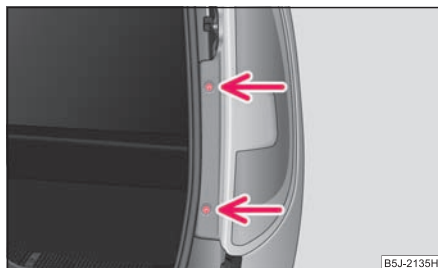

Fig. 212 Déposer le bloc optique arrière
- Dévissez la lampe ⇒ fig. 212.
- Vissez la lampe ⇒ page 232, fig. 212.